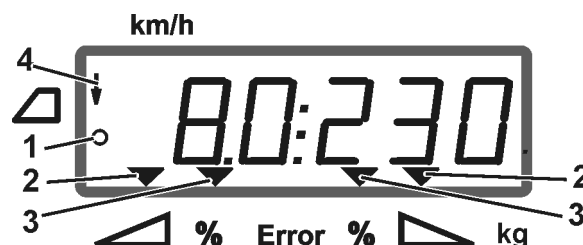

Fig. 6
- el **AMADOS+** recibe los impulsos para el cálculo del tramo (Fig. 6/1),
- las correderas de cierre están abiertas (Fig. 6/2).
- La dispersión en límite se indica mediante una flecha en la pantalla (Fig. 6/4).
- En la pantalla de trabajo, los símbolos triangulares (Fig. 6/3) indican el cambio de la dosis de aplicación.